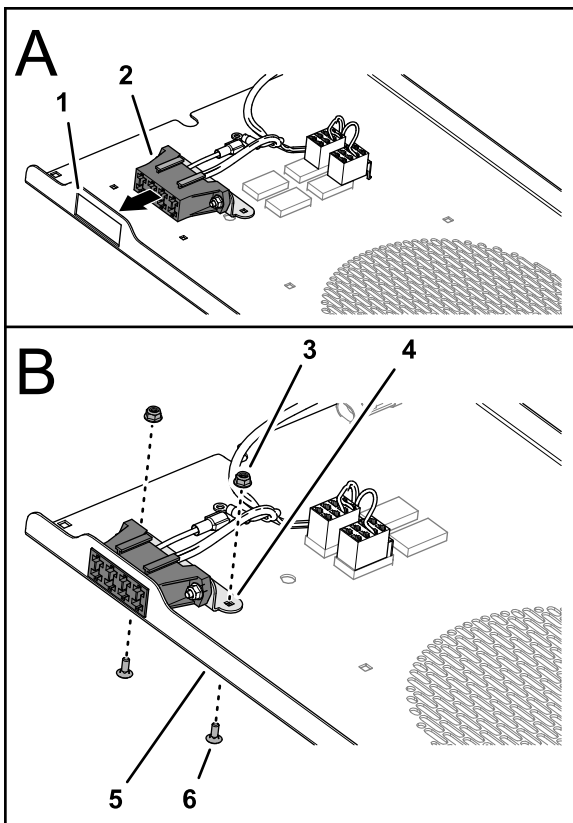

Bild 7
2. Fluchten Sie die Befestigungsschienen des Sicherungskastens oben aus und setzen Sie den Sicherungskasten in die rechteckige Öffnung im Bedienfeld ein, wie in Bild 7 abgebildet.
3. Fluchten Sie die rechteckigen Löcher in der Befestigung des Sicherungskastens mit den rechteckigen Löchern im Bedienfeld aus (Bild 7).
4. Montieren Sie die Befestigung des Sicherungskastens mit den vier Schlossschrauben (Nr. 10 x 1/2") und vier Sicherungsbundmutter (Nr. 10) am Bedienfeld (Bild 7).